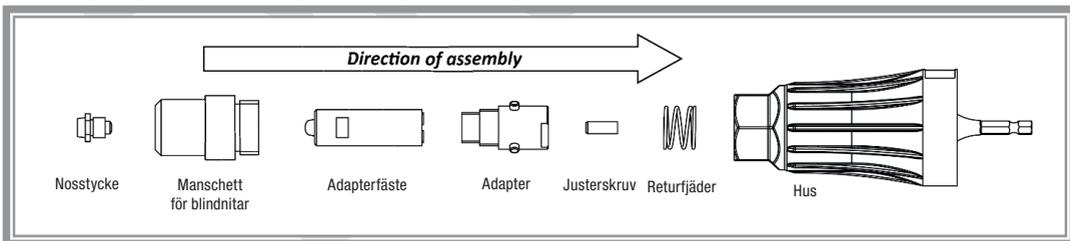

Figure 3
**WARNING!** För popnitar i rostfritt stål är maximal storlek 3/16" eller 4,8 mm, annars finns risk för haveri. För information om hur du förbereder borrhäftet för fastsättning av blindnitar, se bilden ovan som visar riktningen för montering av delarna [Bild 3]. Välj lämpligt nosstycke för den blindnityp som ska användas.